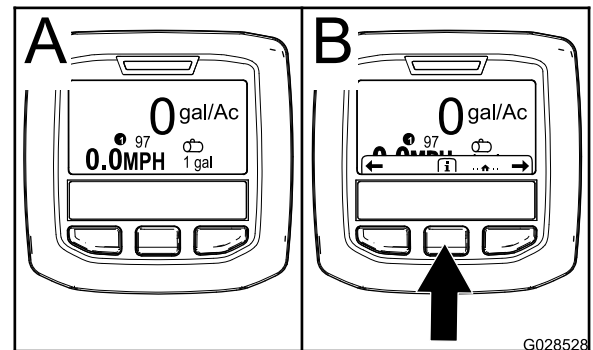

Figure 26
2. Après environ 15 secondes, l'écran d'accueil s'affiche; appuyez sur le bouton de sélection central pour afficher le menu contextuel (Figure 26).